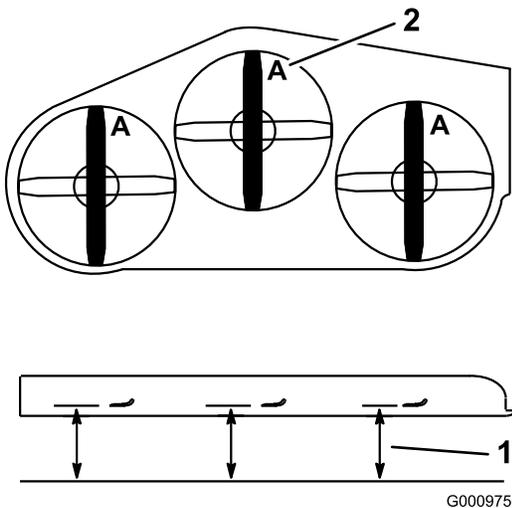

図 76
- Aの位置で(図 76)、平らな床面からブレードの刃先までの高さを測る。